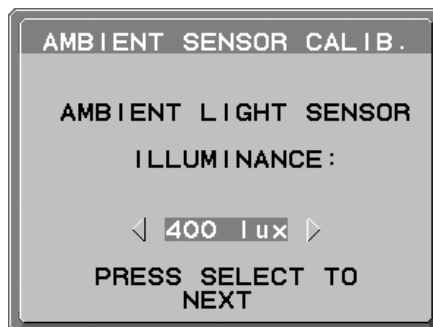

Рисунок AS.2
4. Ввести значение, измеренное измерителем освещённости, который должен быть установлен под тем же углом, что и дисплей (Рисунок AS.5). Ввести это значение с помощью клавиш управления, затем нажать SELECT (Рисунок AS.2).